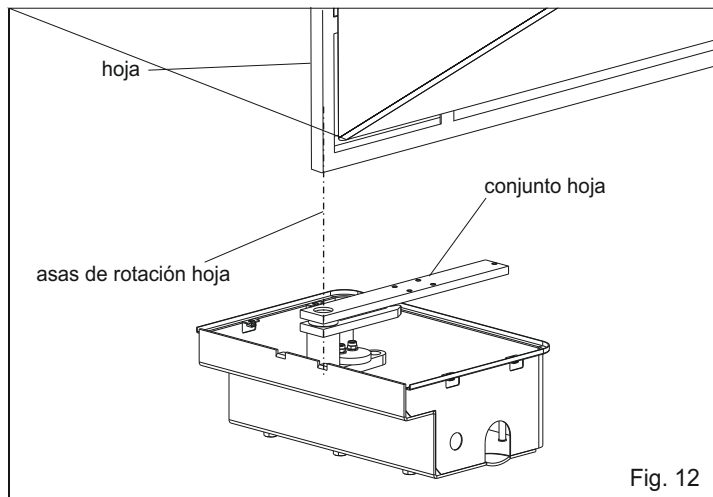

Fig. 12
3.1. Posicionar la hoja de la cancela con el conjunto hoja haciendo referencia a las asas de rotación de la bisagra de la hoja (Fig. 12);